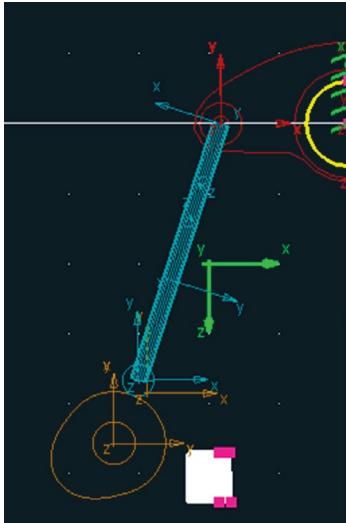

Figura 3.95 - Alteração geométrica do suporte da haste.
A Figura 3.95 apresenta o resultado a ser obtido, ou seja, o suporte teve sua geometria alterada.
- Com o botão direito do mouse, selecione o *marker* da geometria em questão, conforme ilustrado na Figura 3.96(a). Note que o *marker* está localizado fora da geometria definida (na Figura 3.95 este *marker* está na cor verde). Selecione a opção *Marker: MARKER_14* → *Modify*.